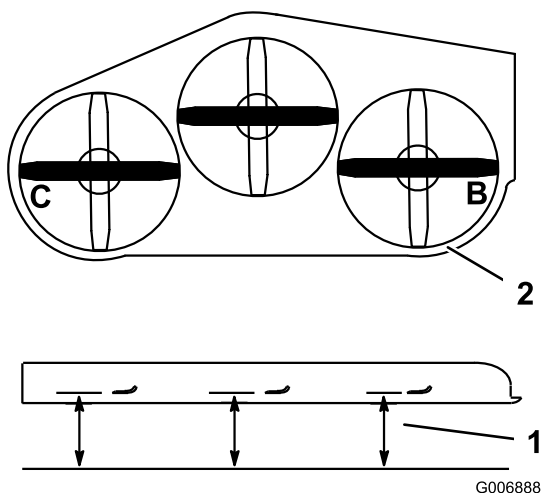

Figura 83
1. Coloque la cuchilla **derecha** en posición lateral (Figura 83).
2. Mida la cuchilla derecha en la posición **B** desde una superficie nivelada hasta el filo de corte del extremo de la cuchilla (Figura 83).
4. Coloque la cuchilla izquierda en posición lateral (Figura 83).
5. Mida la cuchilla izquierda en la posición **C** (Figura 83) desde una superficie nivelada hasta el filo de corte del extremo de la cuchilla.